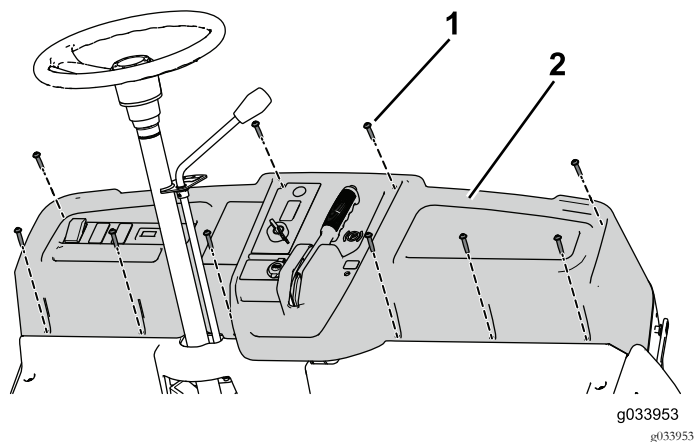

図 12
6. ダッシュボードを固定しているねじ1/4 x 1-1/4インチ10本を外して回収し、ダッシュボードを部分的に外して、駐車ブレーキ、スロットル、シフトの各ケーブルを外す 図 12。